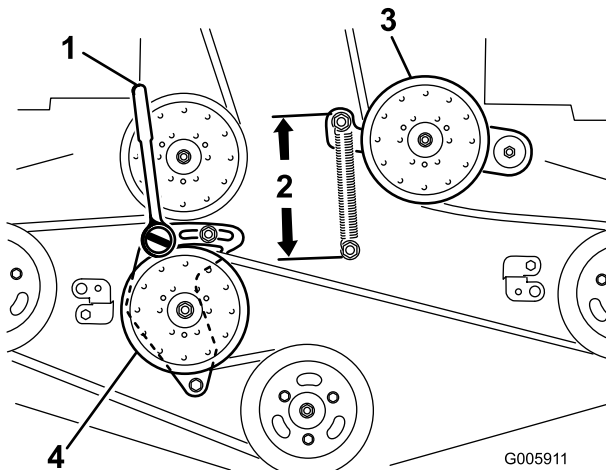

Bild 61
4. Lösen Sie den starren Spannarm und stellen Sie ihn ein, um die Riemenspannung zu lösen (Bild 61).
- Setzen Sie eine Rätzsche mit einem kurzen Griff oder ein Stemmeisen in das rechteckige Loch im fixierten Spannarm ein (Bild 61).
- Drehen Sie zum Erhöhen der Riemenspannung die Rätzsche oder das Stemmeisen nach links, um den starren Spannarm zu bewegen, bis Sie einen Abstand von 16,5 cm zwischen den Federhaken erhalten (Bild 61).